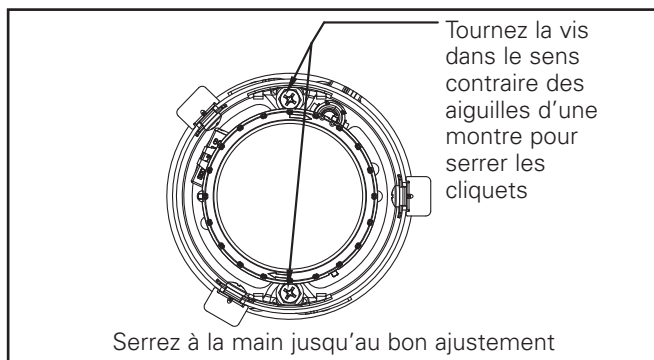

Figure 4
8. Tournez les deux vis du cliquet dans le sens des aiguilles d'une montre jusqu'à ce qu'elles tiennent le module dans le plafond (voir la figure 4). NE serrez PAS trop les vis.